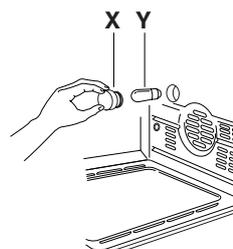

fig. 15
- desenrosque el cristal de protección (**X**) dándole vueltas en el sentido contrario a las agujas del reloj y cambie la lámpara (**Y**) por otra de similar (ver fig. 15). Coloque de nuevo el cristal de protección (**X**).